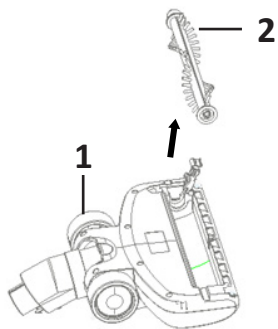

рис.7
9. Для очистки щётки для пола нажмите на фиксатор (1), откройте крышку и выньте щётку-ролик (2) (рис.7).